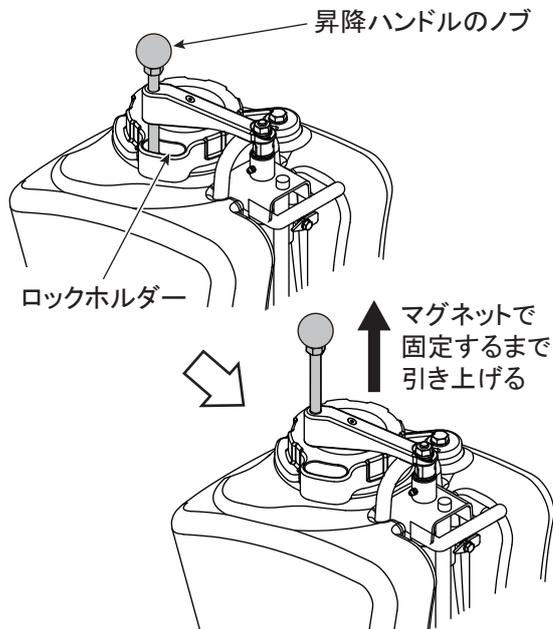

図 10
1. 昇降ハンドルは振動などで動かないように、水タンクキャップに設けてあるロックホルダーに固定されています。使用時は昇降ハンドルのノブをマグネットでロックするまで上へ持ち上げます。(図10)